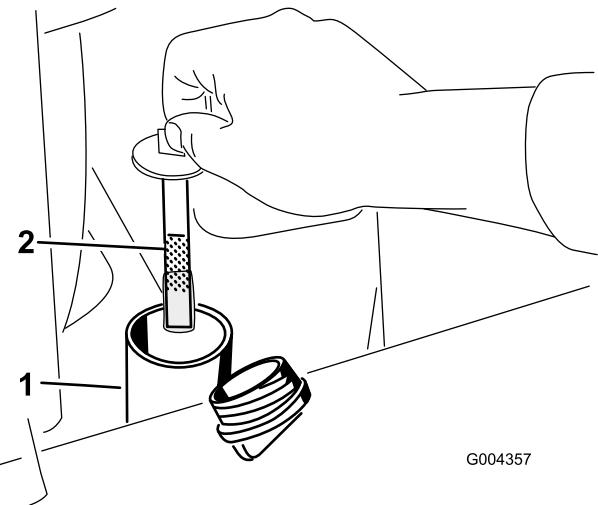

Figura 62
5. Togliete il tappo del serbatoio idraulico e l'asta di livello (Figura 62).